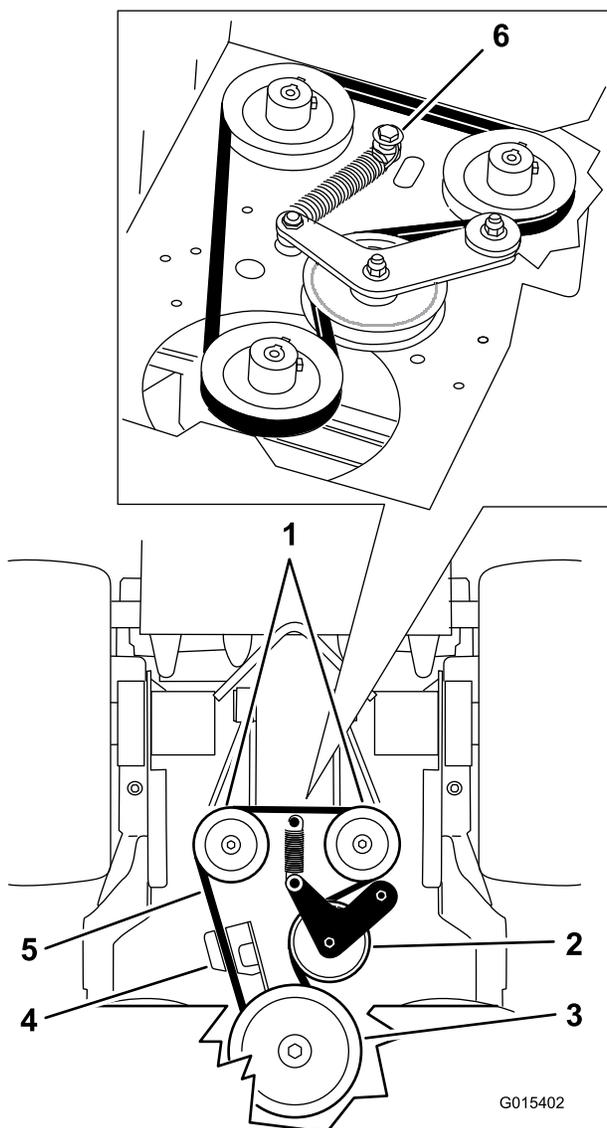

Figure 63
6. Retirez du plancher moteur le boulon à épaulement, l'écrou et la rondelle et le ressort accroché (Figure 63).
7. Déposez la courroie d'entraînement des pompes (Figure 63).
9. Montez le ressort sur le boulon à épaulement et la rondelle, et reliez-le au plancher moteur à l'aide de l'écrou (Figure 63).